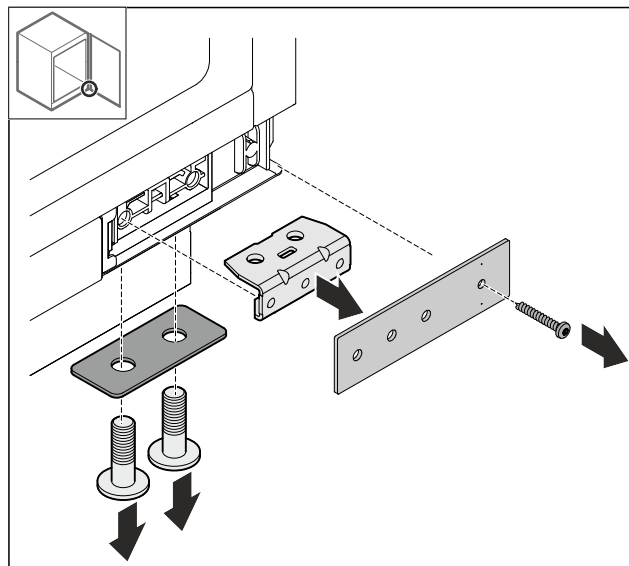

Fig. 40
- Démonter l'équerre Fig. 40 (2).